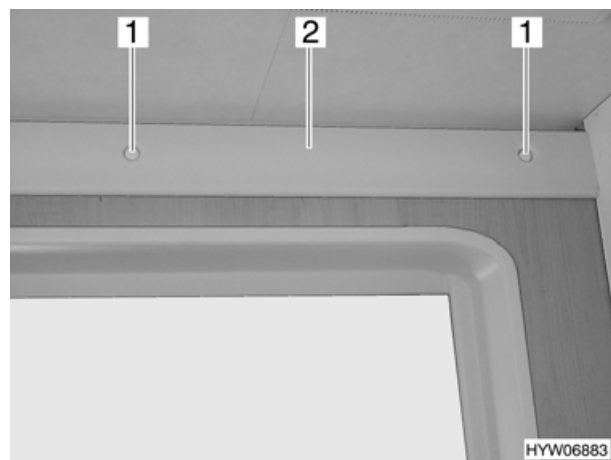

Bild 107 Toilettenraumleuchte
- Abdeckkappen (Bild 107,1) entfernen.
- Leuchtenglas (Bild 107,2) abnehmen.